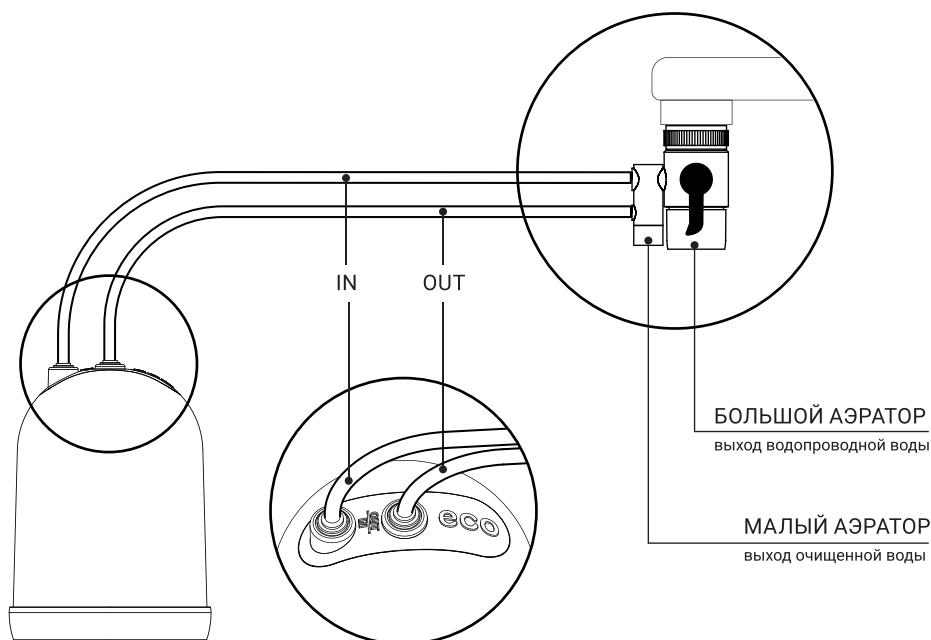

рис. 3
- Пластиковую трубку от верхнего выхода из дивертора подключите к корпусу фильтра в фитинг с надписью "IN" (рис. 3). Для герметизации соединения приложите дополнительное усилие, при этом трубка утопится еще примерно на 3 мм и будет плотно обжата резиновым кольцом фитинга.
- Аналогичным способом подключите пластиковую трубку от нижнего выхода из дивертора к корпусу фильтра в фитинг с надписью "OUT" (рис. 3).